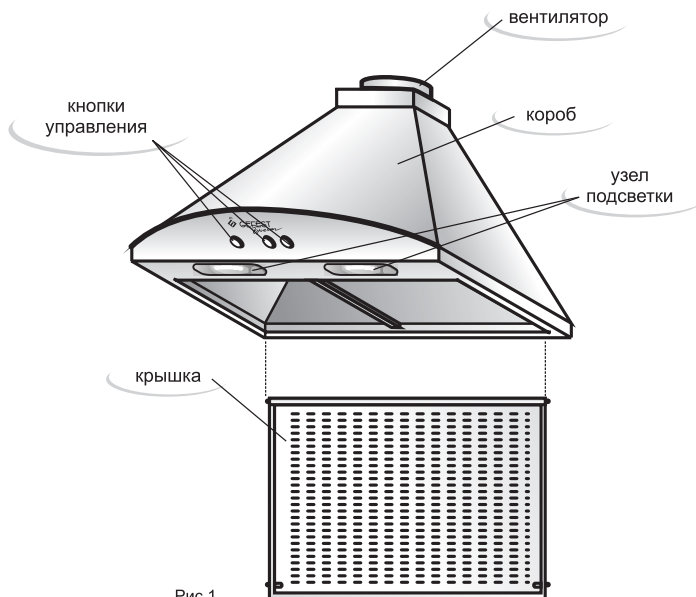

Рис.1
- 5.1 Внутри короба воздухоочистителя (рис.1) располагаются вентилятор и узел подсветки. Снизу короб закрывается декоративной крышкой. На панели расположены кнопки управления работой вытяжки.